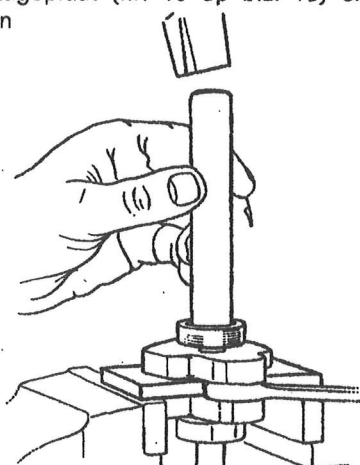

fig. 20
- met behulp van de slagpijp (nr. 2 op blz. 13) op de binnenring van het lager dit laatste op zijn plaats brengen (fig. 20).